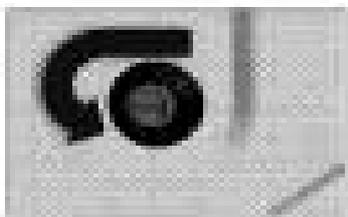

Fig. 1
- . Desparafusar os parafusos rodando-os no sentido dos ponteiros do relógio com a ajuda de uma chave apropriada (Fig.1)